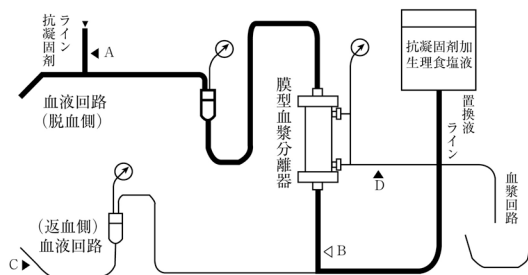

図 4. 血漿分離器の洗浄 (中空糸内側)
- (1) 返血側回路と本製品を接続する (図 4 参照)。